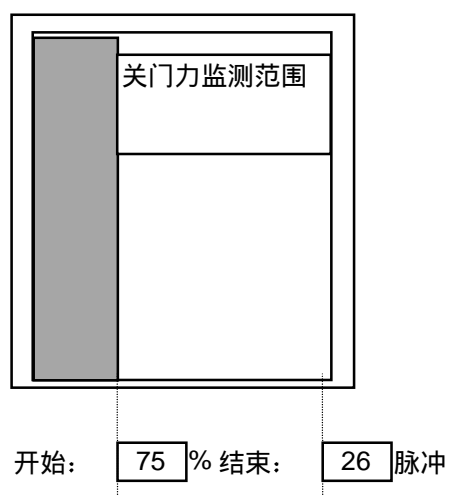
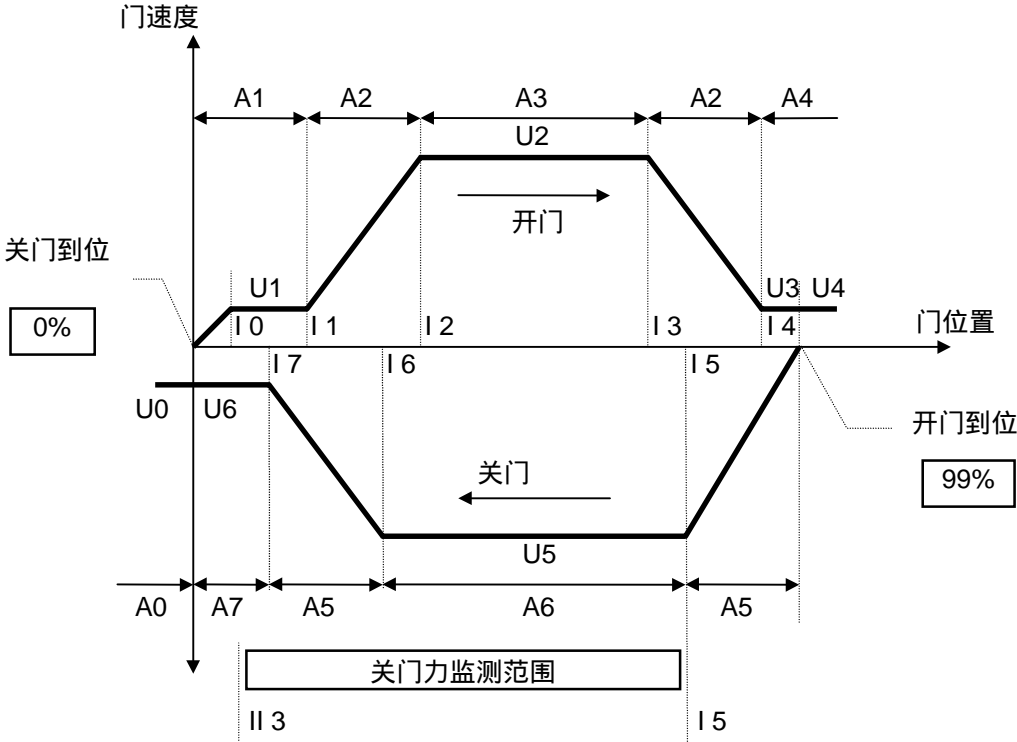

图 6
图 8
关门力监测范围的开始由**参数(I5)**设定，并以门宽%表示。（参阅 21 页的图 6 和 24 页的图 8）
• 制动行程太短	• 减小参数值 (I 3) (即左移，因此制动范围增大，参照 24 页的运行曲线图 8)